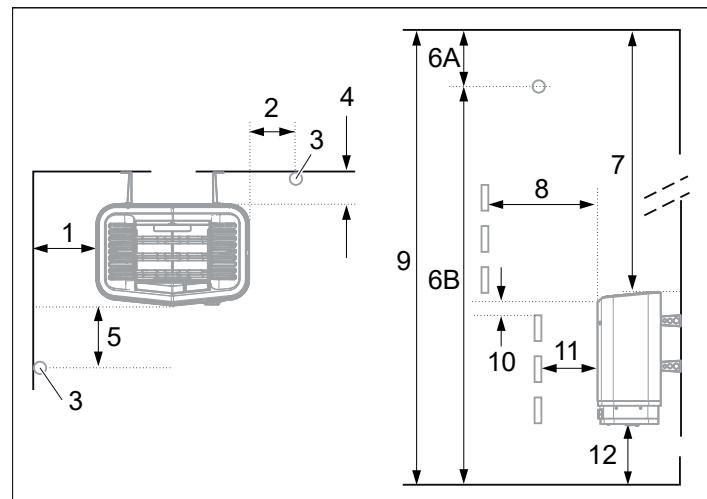
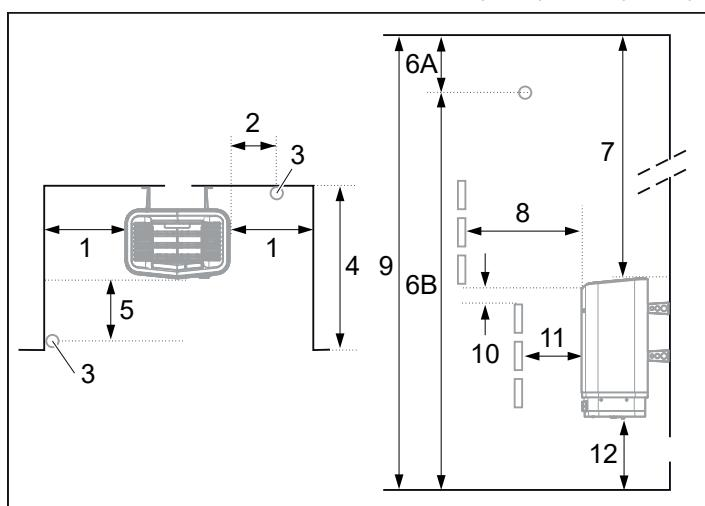

Рисунок 5: Позиционирование нагревателя - нормальная установка
Рисунок 7: Позиционирование нагревателя - установка в нише
- Спланируйте размещение датчика (см. Рисунок 5, страница 47, и Рисунок 7, страница 48).
- у той же стены, что и дверь (или у боковой стены, но как можно ближе к стена, в которой расположена дверь). Также возможно размещение нагревателя в нише (см. Рисунок 7).
- Установите устройство на безопасном расстоянии от пола, боковых стен и элементов интерьера (см. Рисунок 5).
Установите датчик, как показано на рисунке (см. Рисунок 5).
1. Установите устройство на безопасном расстоянии от пола, боковых стен и элементов интерьера (см. Рисунок 7).
2. Установите датчик, как показано на рисунке (см. Рисунок 7).